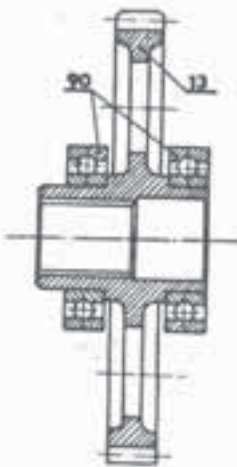

рис.105
1. На цилиндрическую шестерню 13 напрессовать два шарикоподшипника 90, как это показано на Рис.105.